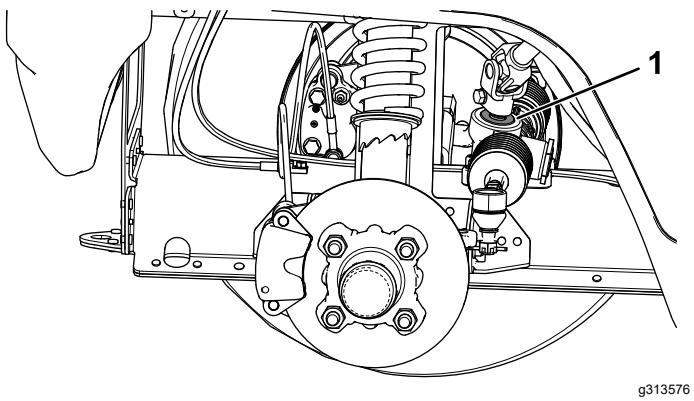

Рисунок 54
- Внимание:** Проверьте состояние и надежность уплотнения вала ведущей шестерни (Рисунок 54).